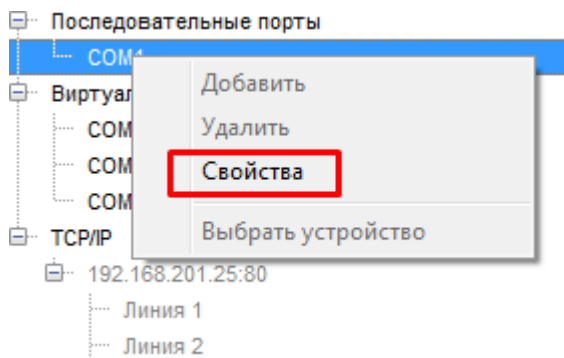

Рисунок 7 – Переход к настройкам порта через контекстное меню
- либо нажмите на соответствующий порт в дереве устройств правой клавишей мыши и выберите в появившемся контекстном меню пункт «Свойства» (см. рис. 7).